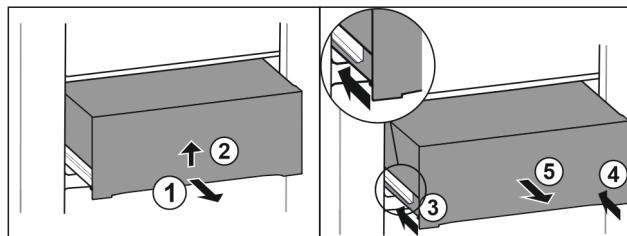

Fig. 45
- Predal izvlecite do polovice. Fig. 45 (1)
- Dvignite predal na spodnji strani. Fig. 45 (2)
- Vstavite levo vodilo. Fig. 45 (3)
- Vstavite desno vodilo. Fig. 45 (4)
- Predal vzemite ven v smeri naprej. Fig. 45 (5)